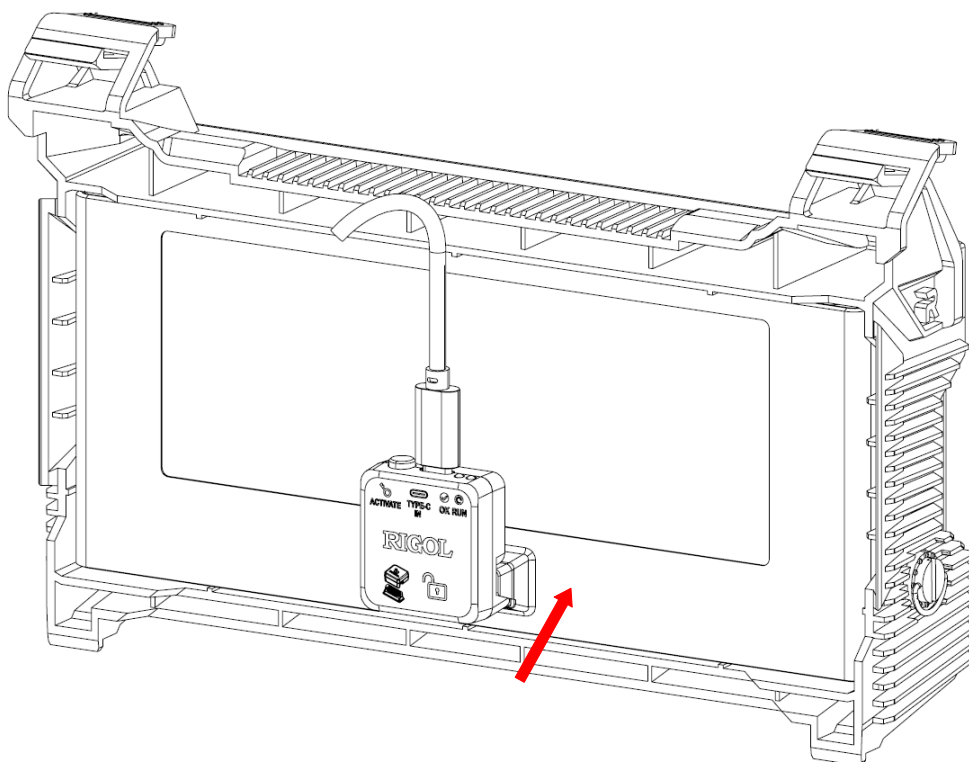

图 6.3 连接激活工具
1. 将激活工具与电池舱连接器正确连接（如 图 6.3 所示）。